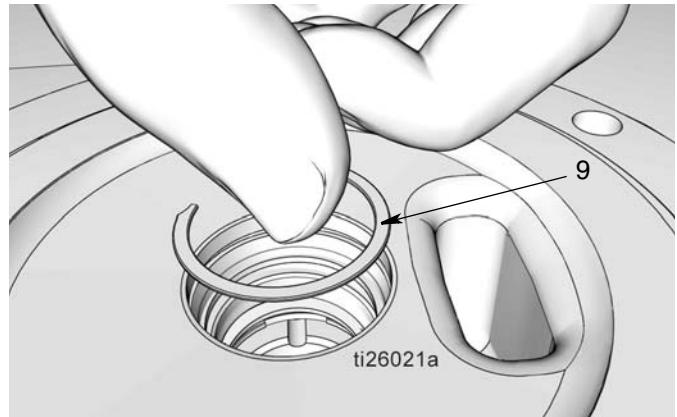

图 39
- j. 安装夹子 (9) (图 39)。当固定夹正确就位到沟槽上时应听到“咔哒”一声。